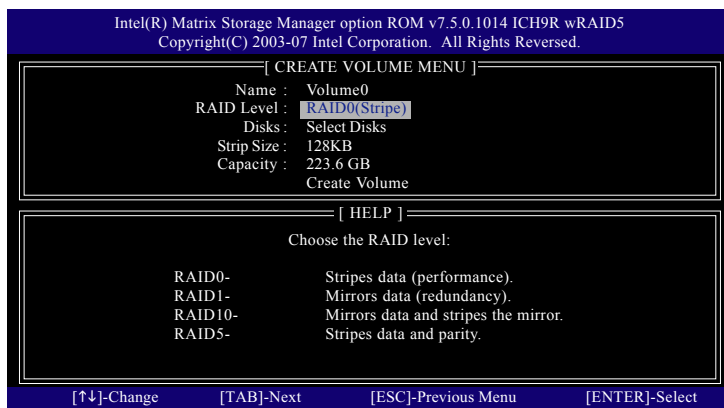

図 4
**CREATE VOLUME MENU** スクリーンに入った後、**Name** アイテムの下で 1~16 文字 (文字に特殊文字を含めることはできません) のボリューム名を入力し、<Enter> を押します。次に、RAID レベルを選択します (図 4)。RAID 0, RAID 1, RAID 10 and RAID 5 の 4 つの RAID レベルがサポートされています (使用可能な選択は、取り付けられているハードドライブの数によって異なります)。<Enter> を押して続行します。